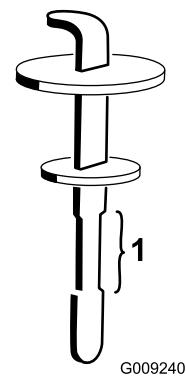

Figura 88
- Retire la varilla del cuello de llenado y límpiela con un paño limpio. Inserte la varilla en el cuello de llenado y, a continuación, retírela y compruebe el nivel del aceite (Figura 88).